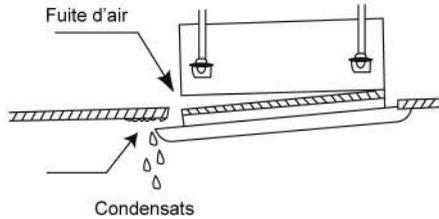

Fig.35
- (2). Un vissage incorrect des vis peut provoquer les problèmes indiqués dans la Fig.35.